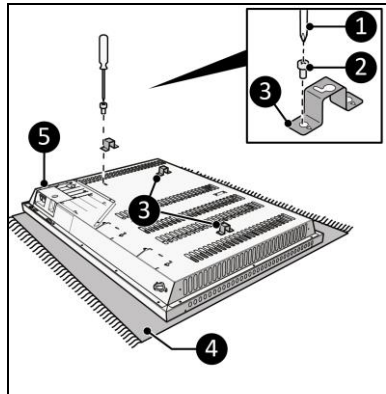

Abbildung 10
8. Legen Sie das Gerät auf eine stabile weiche Oberfläche (Abbildung 10, Pos. 4).
9. Schrauben Sie drei Halterungen (Abbildung 10, Pos. 1) auf beiden Seiten des Hauptkörpers an und ziehen Sie diese mit einer kleinen Schraube (Abbildung 10, Pos. 5) fest (Abbildung 10, Pos. 2) mithilfe eines Phillips Kreuzschlitzschraubendrehers (Abbildung 10, Pos. 3).